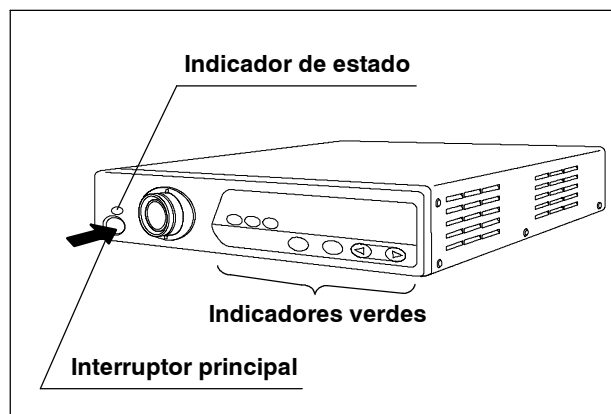

Figura 4.1
Encienda el procesador de video mediante el interruptor principal (ON) y asegúrese de que el indicador de estado y los indicadores verdes en el frontal del equipo se iluminan (ver figura 4.1).